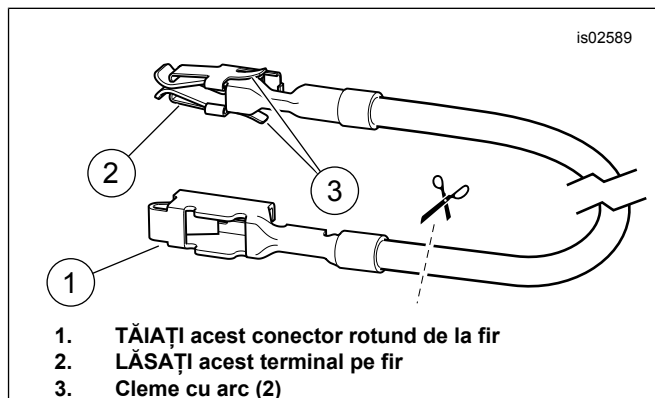

Figura 8. Cablu adaptor bloc de siguranțe (Dyna și Softail)
3. Consultați Figura 22. Obțineți din kit firul portocaliu/alb al adaptorului blocului de siguranțe (9). Observați conectorul rotund de la fiecare capăt (consultați Figura 8). Numai conectorul rotund cu cleme cu arc se va potrivi în cavitatea acestei siguranțe. Tăiați cu grijă conectorul rotund neutilizat din fir și aruncați-l.